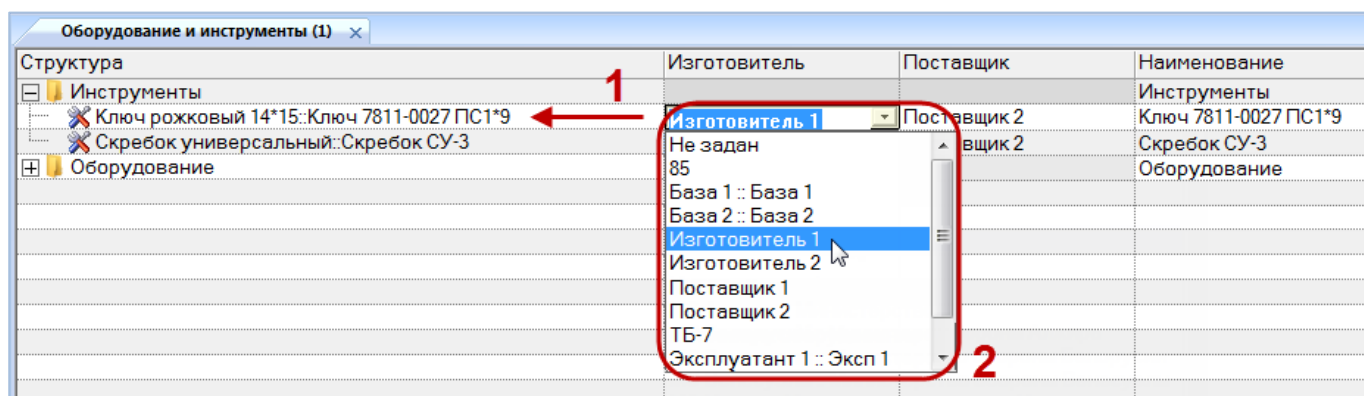

Рис. 9-83 – Выбрать организацию из списка
2) Выделить оборудование или инструмент в рабочем окне «Оборудование и инструменты» (1 на рис. 9-83).
3) Раскрыть список в поле «Изготовитель» или «Поставщик» и выбрать организацию (2 на рис. 9-83).